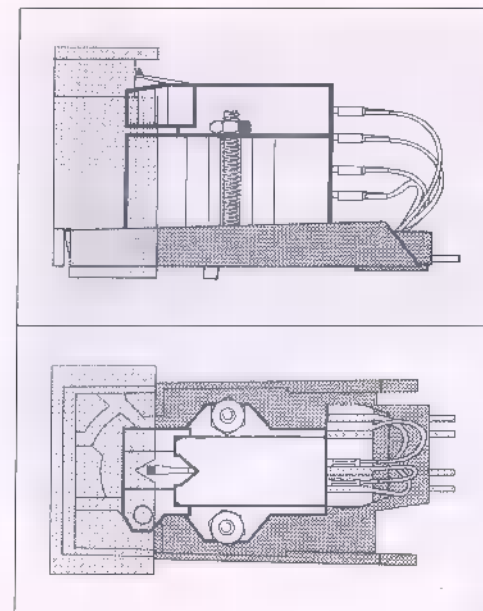

Fig. 14
1. To mount the cartridge, detach the cartridge holder (5) from the tonearm by pressing the tonearm lift (4) backward, while holding the cartridge holder with your hand to prevent its falling down when the lock is released.
2. Using the hardware provided, mount the cartridge on the cartridge holder. Use the gauge to make sure that the cartridge is mounted in the geometrically proper place in the cartridge holder (Note location of stylus tip in Fig. 14).
1. Voor montage van het element de systeemhouder (5) van de toonarm losmaken, door de toonarmgreep (4) naar achteren te drukken. Hierbij de systeemhouder vasthouden, omdat deze anders valt.
2. Bevestig het element op de systeemhouder en gebruik voor de plaatsbepaling de meegeleverde hulpstukken, zodat de naaldpunt geometrisch in de juiste positie komt (Fig. 14).
1. Vid byte av pick-up lossas monteringsbryggan (5) genom att tonarmsgreppet (4) föres bakåt. Håll i bryggan, så att pick-upen inte faller mot verkplattan och skadar nålen.
2. Montera den nya pick-upen i monteringsbryggan. Se till att nålspetsen hamnar i rätt position, med hjälp av monteringsmallen (Fig. 14). Använd vid monteringen de
1. Per montare la cellula togliete la testina (5) dal braccio spingendo indietro la levetta di serraggio (4) fare attenzione che la testina non cada.
2. Fissate la cellula sulla testina servendovi degli accessori allegati, osservando che la punta dello stilo - vista da sopra - combaci con l'insenatura a V del calibro (Fig. 14).
stemträger. Zu beachten ist, daß das Tonabnehmersystem mit der Systemlehre am geometrisch richtigen Ort für die Abtastnadelspitze im Systemträger montiert wird (Fig. 14).
montée à l'emplacement géométrique correct de la pointe dans le porte-cellule (Fig. 14).
del portacápsulas con respecto a la punta de la aguja lectora, empleando un calibre correspondiente (Fig. 14).